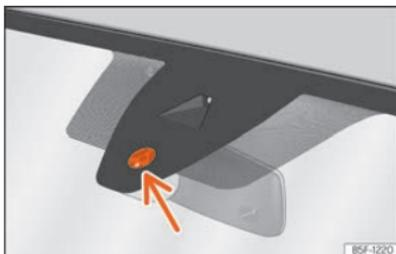

Abb. 88 Sensitive Fläche des Regensensors.
Mögliche Ursachen für Störungen und Fehlinterpretationen im Bereich der sensitiven Fläche »» **(Abb. 88)** des Regensensors sind u.a.:
- **Schmutz:** Trockener Staub, Wachs, Scheibenbeschichtungen (Lotuseffekt) oder Waschmittelrückstände (Waschstraße) können den Regensensor tendenziell unempfindlicher machen oder später, langsamer oder gar nicht mehr reagieren lassen. Die Sensorfläche des Regensensors »» **(Abb. 88)** (Pfeil) regelmäßig reinigen und die Scheibenwischerblätter auf Beschädigungen prüfen.